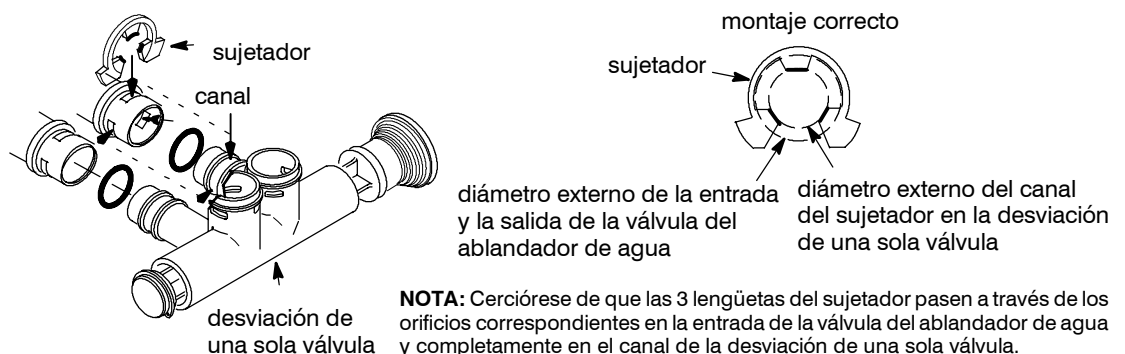

Ilustración 7
5. Empuje la válvula de desviación individual dentro de la válvula del ablandador hasta donde entre. Inserte los dos sujetadores grandes en su lugar de arriba hacia abajo, como lo indica la ilustración 7.